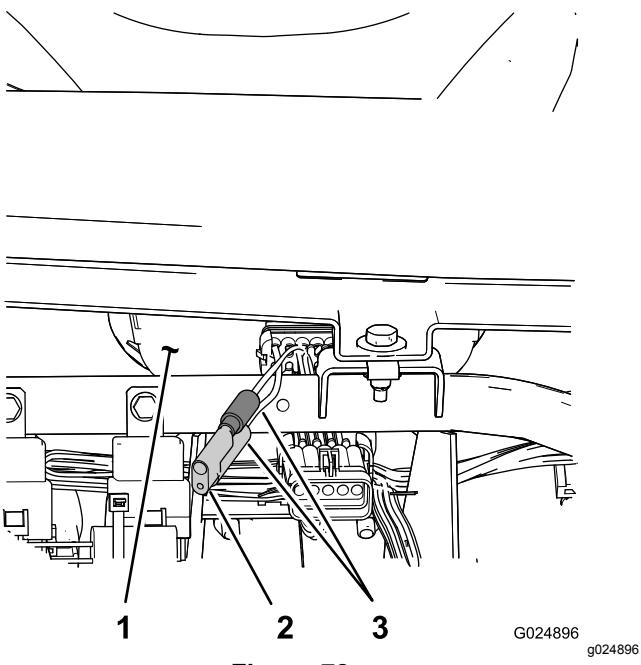

Figura 78
3. Localice los 2 cables sueltos juntos al velocímetro (Figura 78).
4. Retire el conector del cable del arnés y conecte los cables entre sí (Figura 78).